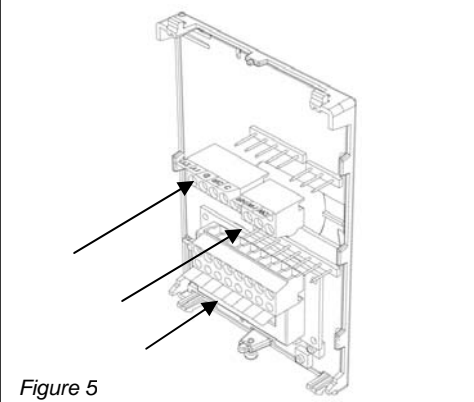

Figure 5
- 13- Repousser doucement l'excédent de fil dans le trou. **(Figure 5)**
- 14- Réinstaller les bornes de fil dans leur bon emplacement. **(Figure 5)**